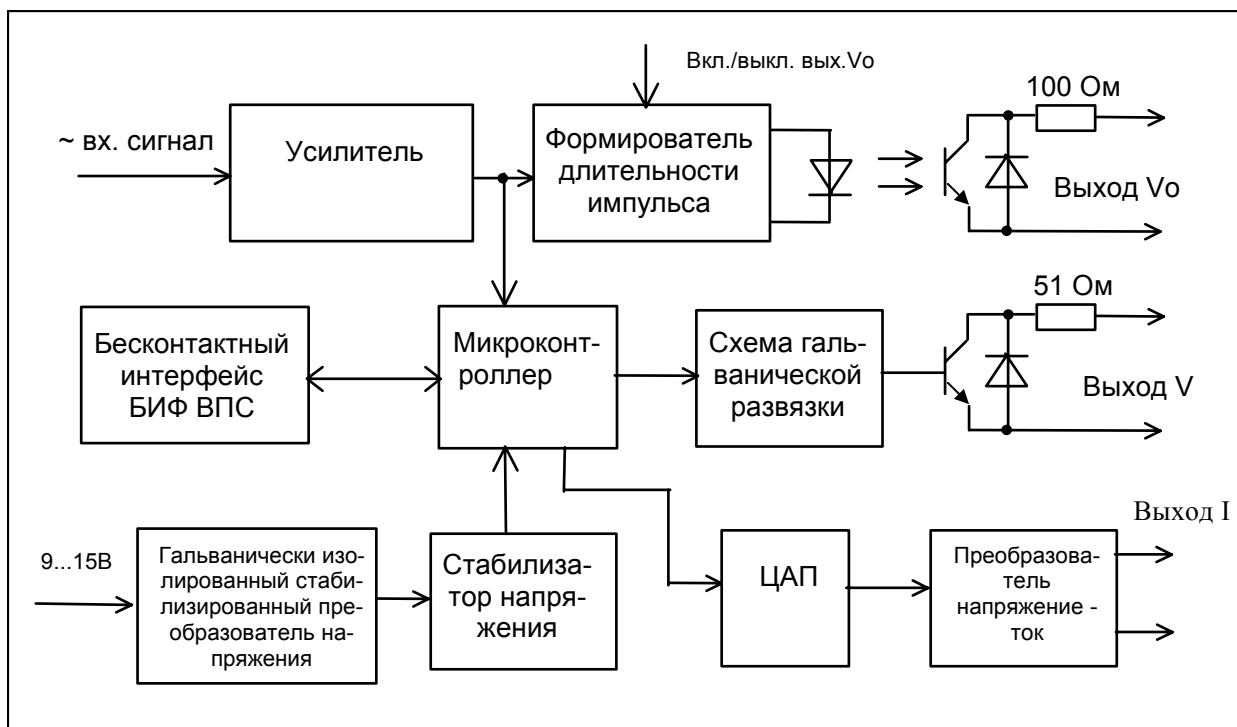

Рисунок 3.2
3.9.2 Структурная схема преобразователя модификаций ВПС - Т приведена на рис.3.2.